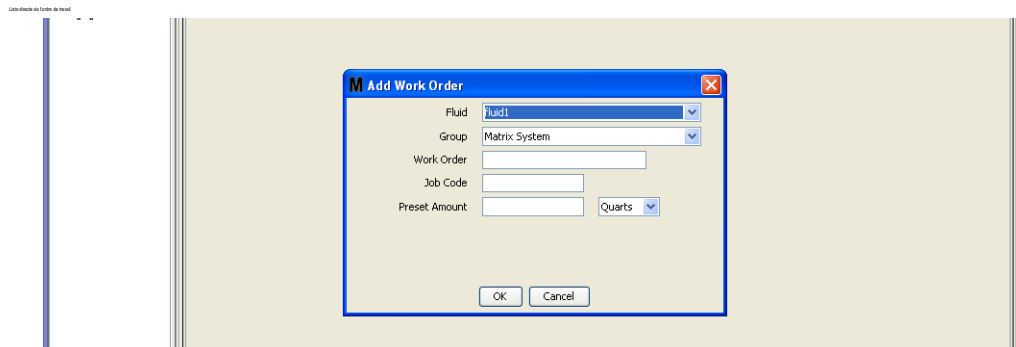

FIG. 116
4. L'écran "Add PAC Profile" (Ajouter un profil de PAC) est illustré dans la FIG. 116.